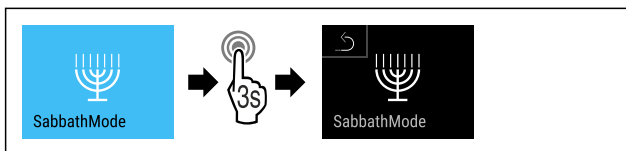

Fig. 14
- ▶ Провести етапи операцій (див. Fig. 14).